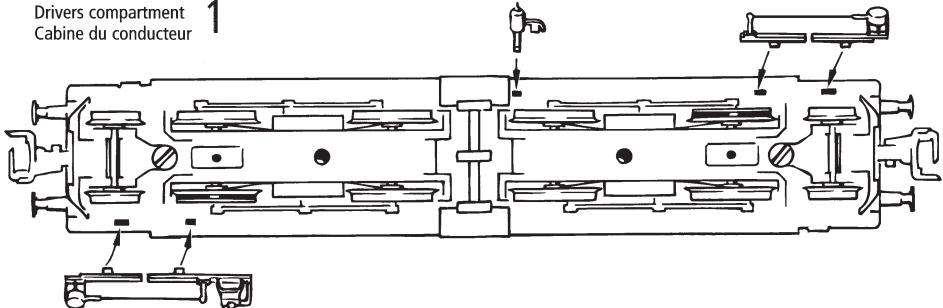

Fig. 4
3. Lämpchenwechsel: Bitte nehmen Sie zuerst das Lokgehäuse ab (Fig. 3). Danach können Sie die Lämpchen wechseln (Fig. 4).
3. Remplacement des ampoules: Veuillez démonter d'abord la caisse de votre locomotive (fig. 3), puis vous pouvez échanger les ampoules (voir fig. 4).
3. Change of lights: First remove loco body (fig. 3) and then change **lights**. (fig. 4)